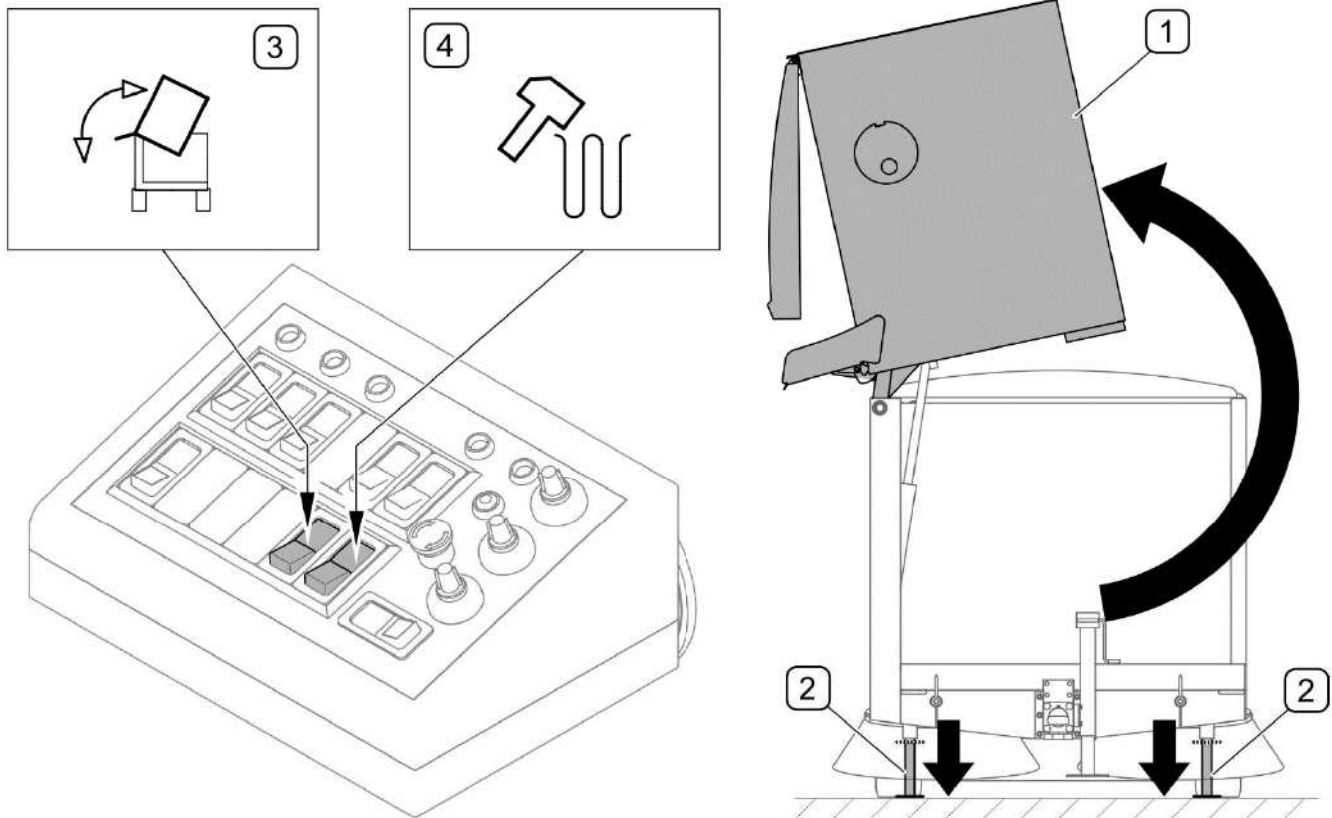

РИСУНОК 4.14 Опорожнение бункера для мусора
Подметально-уборочная машина позволяет выгружать мусор непосредственно в кузов прицепа. Опорожнение бункера возможно только при полной остановке трактора. Для подъема и опускания бункера для мусора (1) служит выключатель (3) (РИСУНОК 4.14) на пульте управления.
При опорожнении бункера (РИСУНОК 4.14) необходимо опустить гидравлические опоры (2) и включить предупредительный звуковой сигнал. Для облегчения выгрузки мусора можно включить вибратор (опция), который включается выключателем (4) на